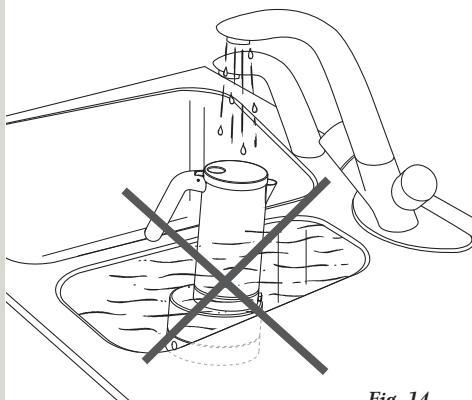

Fig. 14
- Ne placez pas la cafetière sous l'eau courante et ne la plongez pas dans l'eau. (fig. 14)